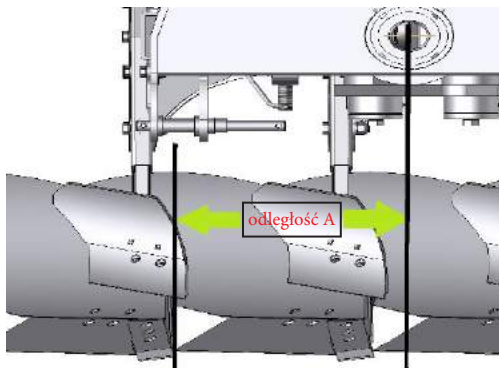

Рис. 12. Регулировка первой линии.
Центрирование позволяет устанавливать плуг в оси движения трактора. Тяговая линия (LT) соответствует ориентации пяток и планок полозьев. Правая LT должна проходить через середину задней оси (M), чтобы агрегат трактор/плуг смог сохранить равновесие. Если агрегат не был правильно отцентрован плуг будет толкать трактор и вызывать скручивание колес. В этом случае необходимо установить натяжитель (рис. 12. поз. 15).